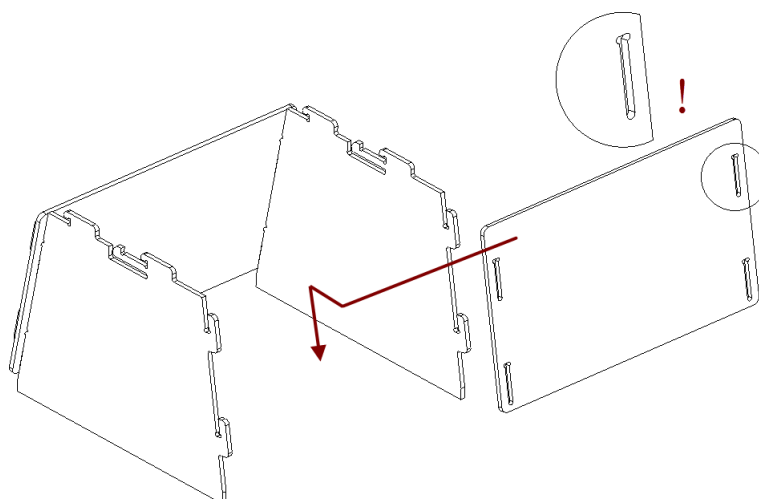

Рис. 11.15: Сборка задней стенки
2. Установите заднюю стенку аналогичным способом (см. Рис. 11.15).